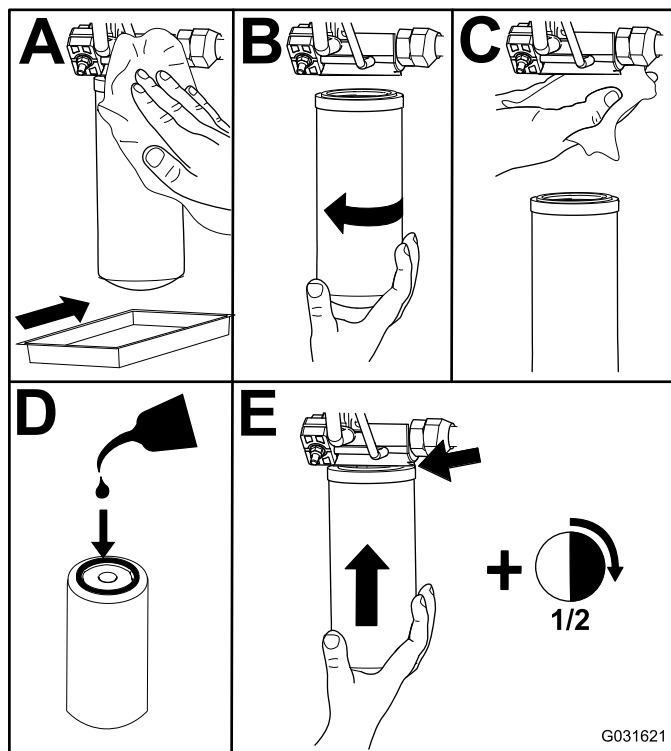

Figura 101
- Sostituite i filtri idraulici (Figura 101).